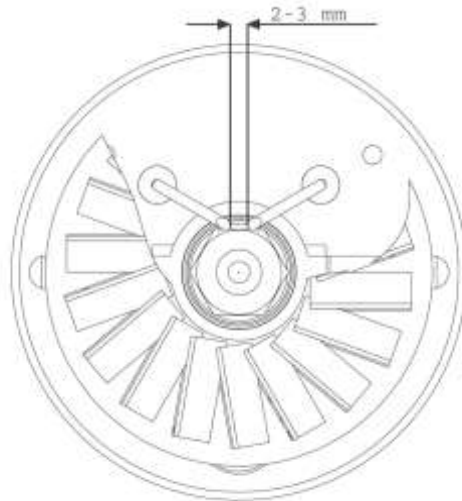

Fig. 2
- desmontar el quemador y limpiar sus partes, limpiar los electrodos y ajustar su distancia al valor indicado en la Fig. 2.